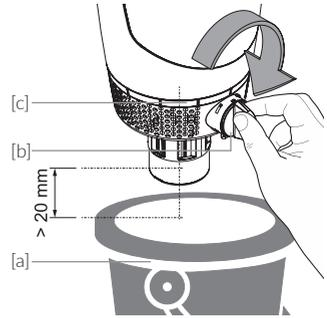

Abb. 8.1
Alternativ: ein geeignetes Auffanggefäß unter den **CLEAR PRO R** oder **CLEAR PRO RD** positionieren, z. B. ein Eimer. Abflussleitung bzw. Auffanggefäß: ausreichend groß wählen, um die Austrittsmenge aufzufangen. Von Oberkante Auffanggefäß [a] bis Unterkante Ablauftrichters = mind. 20 mm Abstand nach **DIN EN 1717** (Abb. 8.1). Bei hohem Netzdruck kann Wasser aus dem Auffanggefäß spritzen, Wasserschäden an Gegenständen in der Nähe sind möglich!
- / Rückspülgriff [b] in Pfeilrichtung um 90° (Abb. 8.1) drehen und Rückspülvorgang starten
- / zur Druckentlastung gemäß Kapitel 8 Rückspülung, Abb. 8.1 den Rückspülgriff [b] 90° in Pfeilrichtung drehen